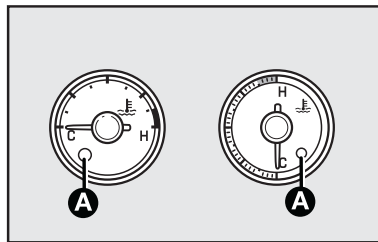

fig. 35
## INDICADOR DE TEMPERATURA DO LÍQUIDO DE ARREFECIMENTO DO MOTOR - fig. 35
**Advertência:** se o indicador estiver no início da escala (temperatura baixa) com a luz-espia A-fig. 35 de excesso de temperatura ou com a luz-espia  do sistema de injeção acesa, é sinal de anomalia no sistema. Neste caso, procurar a Rede Assistencial Fiat.